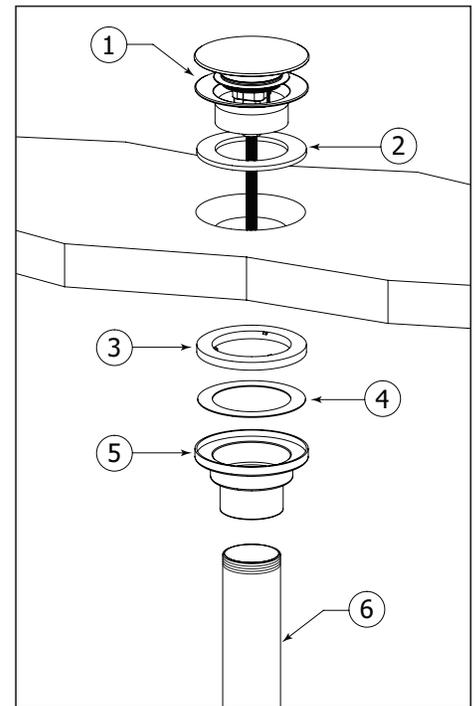

Fig.3
Insert the top of the drain (1) and the black nylon washer (2) into the basin waste outlet (fig. 3).
Insérer le collet du drain (1) et le joint en nylon noir (2) dans l'évacuation du lavabo (fig. 3).